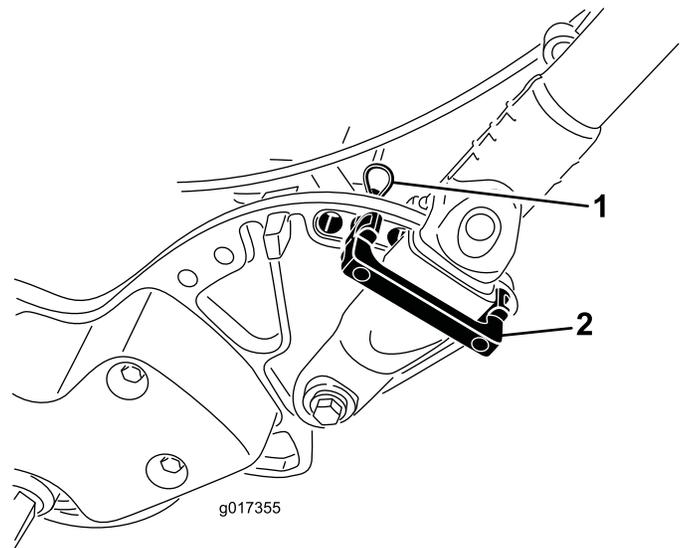

Figura 28
1. Retire las chavetas de los seguros del retención del manillar en cada lado del cortacésped (Figura 28).
2. Sujetando el manillar, retire las chavetas de cada lado y gire el manillar a la posición de operación deseada (Figura 28).